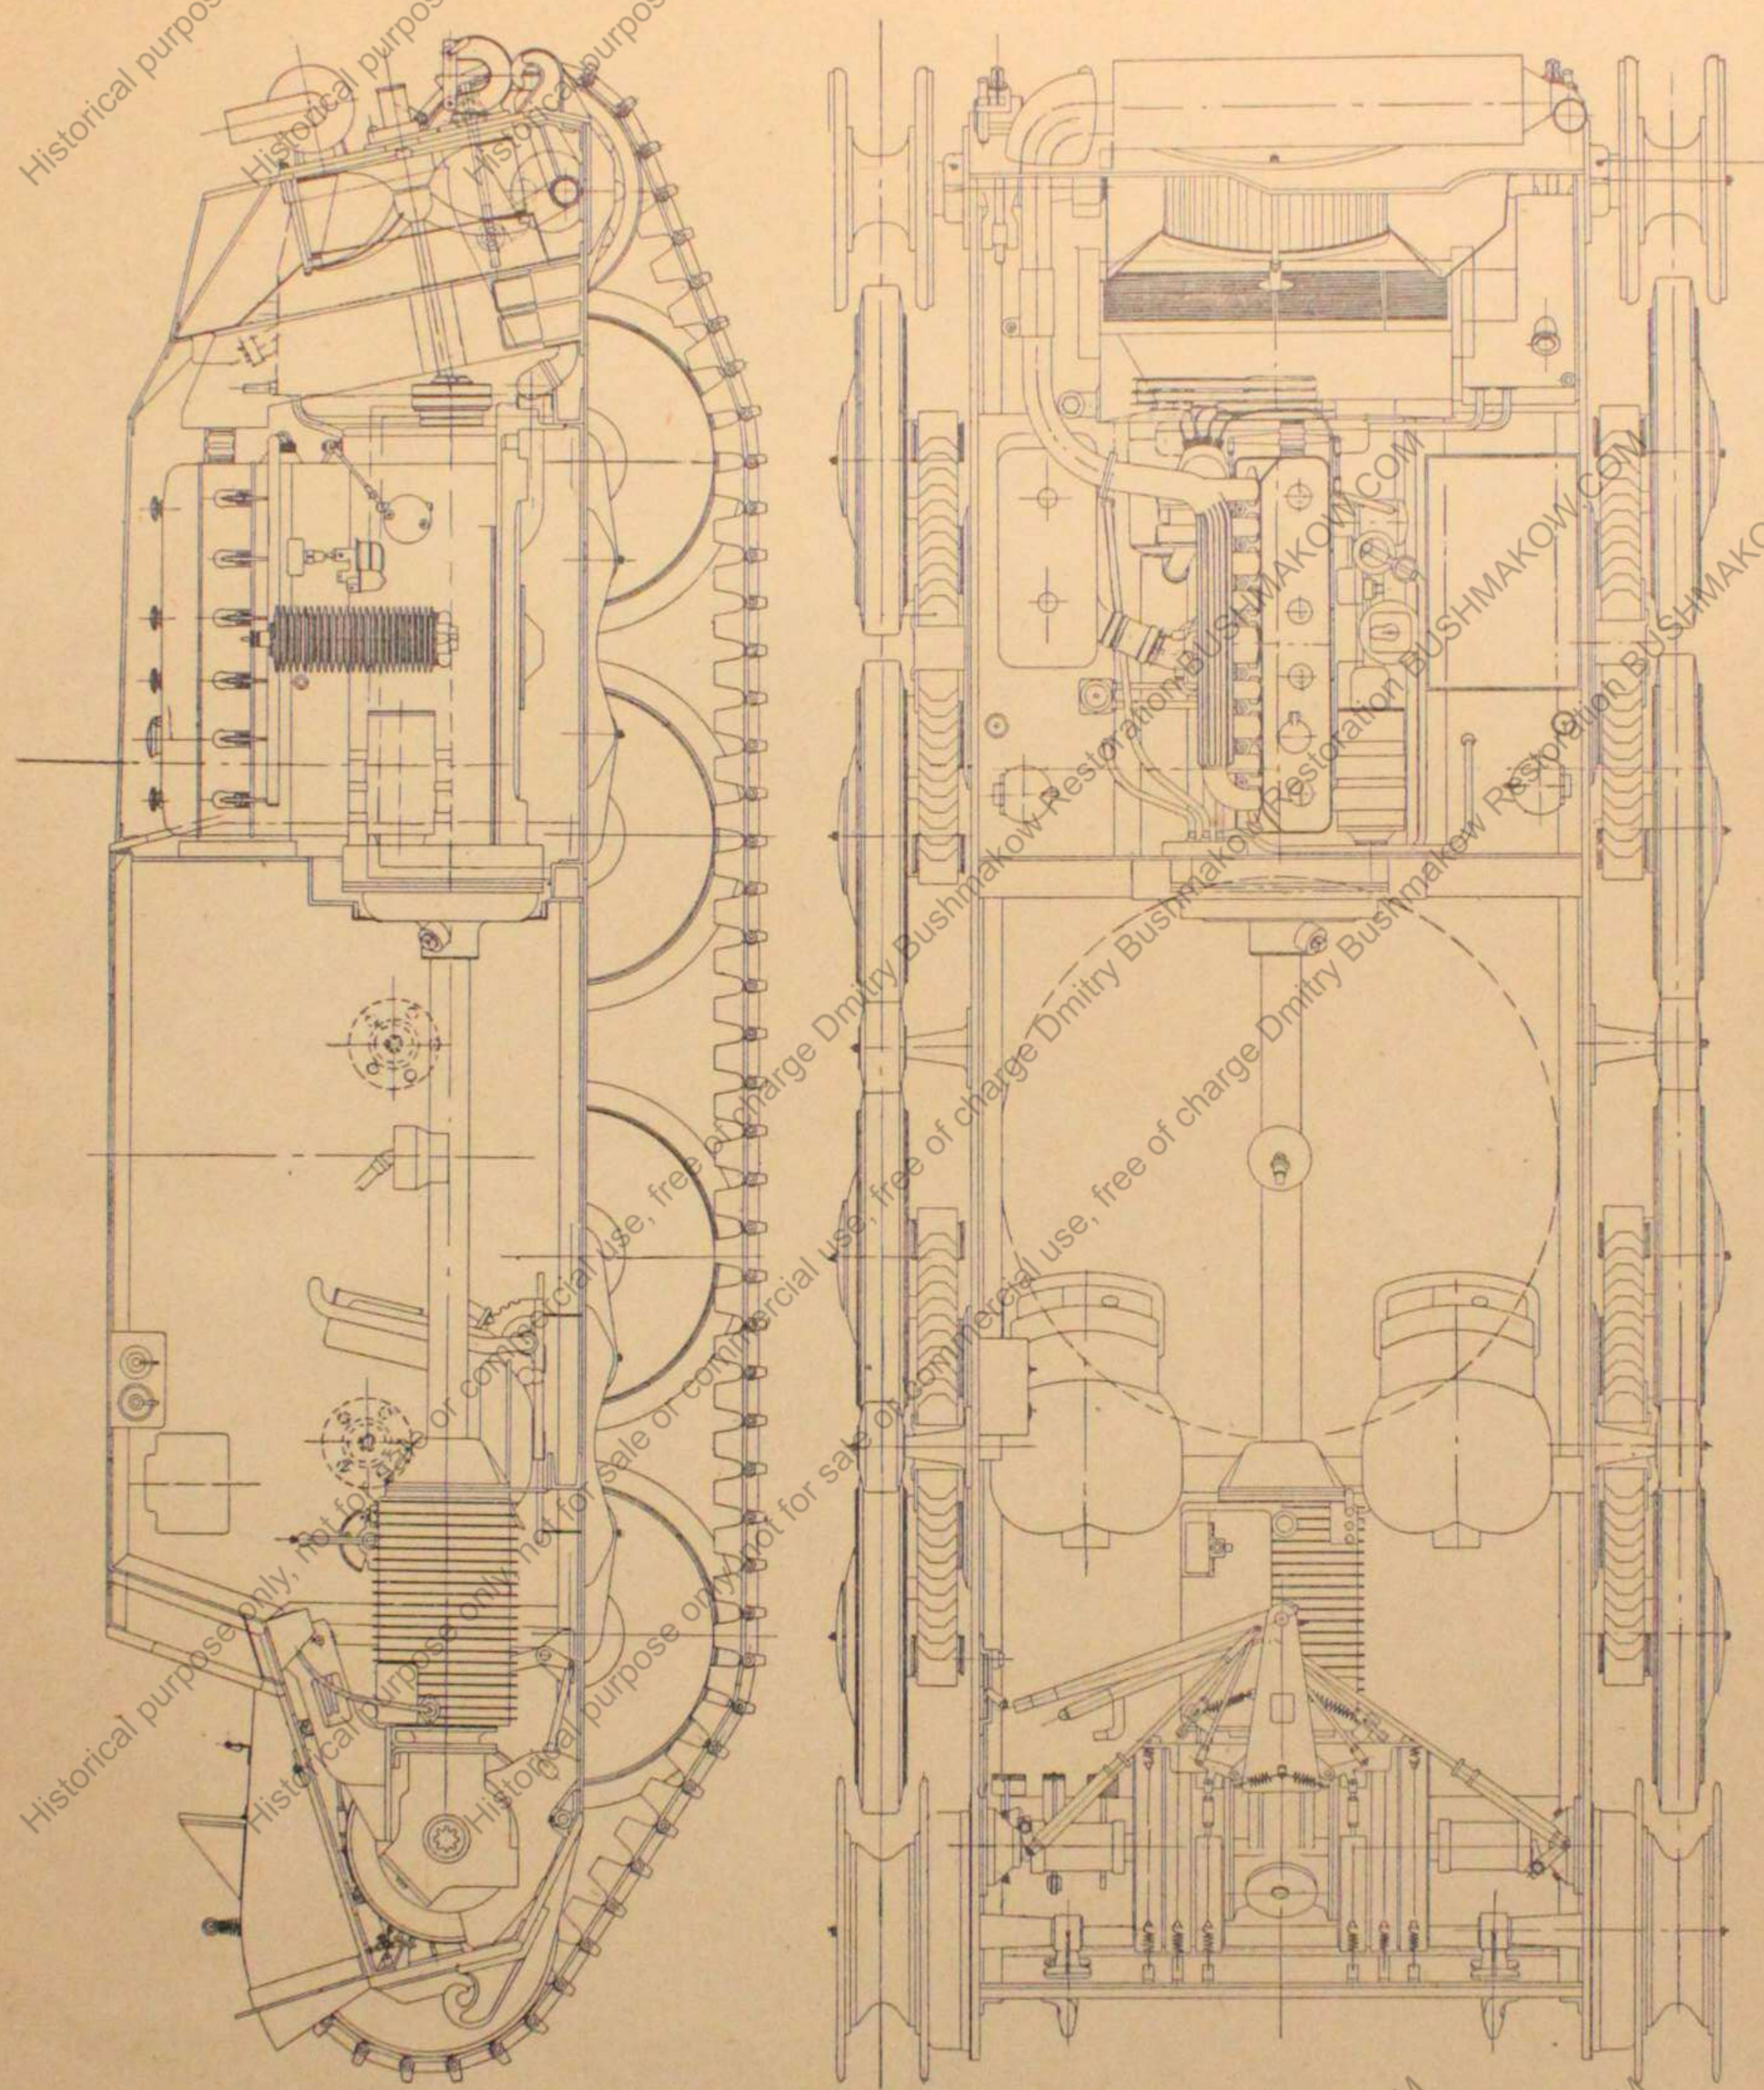

Bild 1. Fahrgestell des Bg. Kpfrw. 38 (t).
- Bild 1 Fahrgestell des Pz. Kpfw. 38 (t)